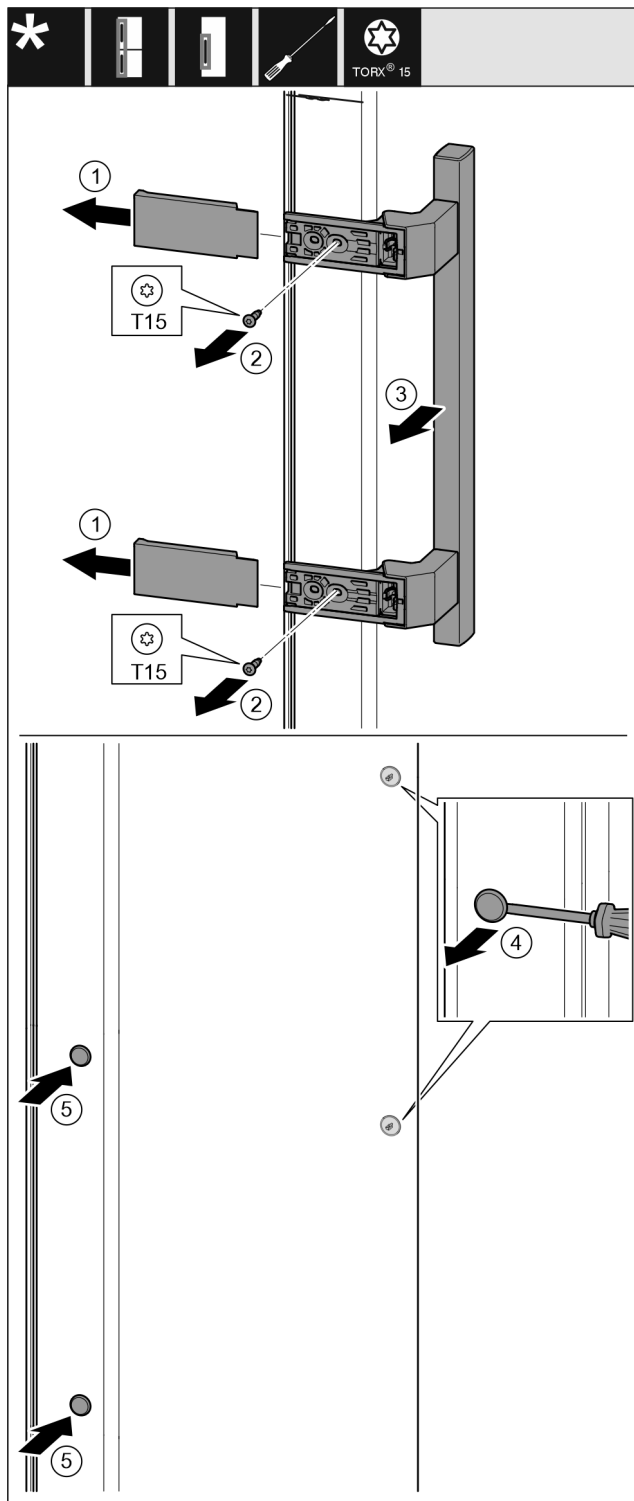

Fig. 37
- ▶ Снимите крышку. Fig. 37 (1)
- ▶ Выкрутите винты отверткой T15. Fig. 37 (2)
- ▶ Снимите ручку. Fig. 37 (3)
- ▶ Осторожно приподнимите шлицевой отверткой боковые заглушки и выньте их. Fig. 37 (4)
- ▶ Снова вставьте заглушки с другой стороны. Fig. 37 (5)